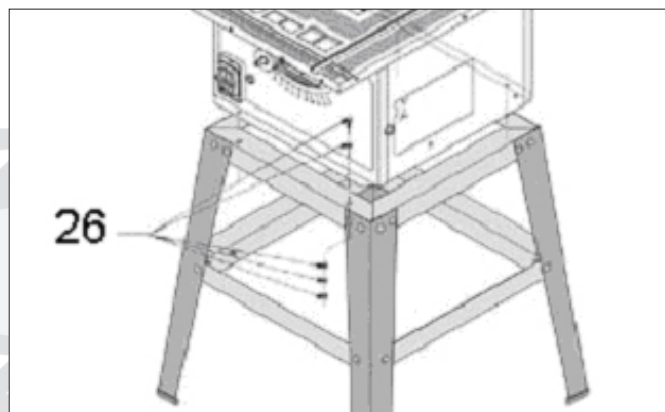

Figur 4
Sæt en lang tværskinne (24) på plads mellem to ben, så skruehullerne er ud for hinanden. Skru tværskinnen på benene med skruer, spændeskiver og møtrikker (25), men spænd dem ikke for hårdt. Gentag dette med den anden lange tværskinne som vist på figur 4.